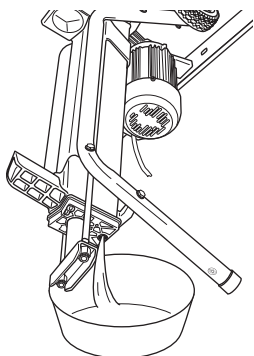

Fig. 8e
- > Pour vidanger l'huile, mettez un récipient adéquat sous la vis de vidange [21] (Fig. 8e).